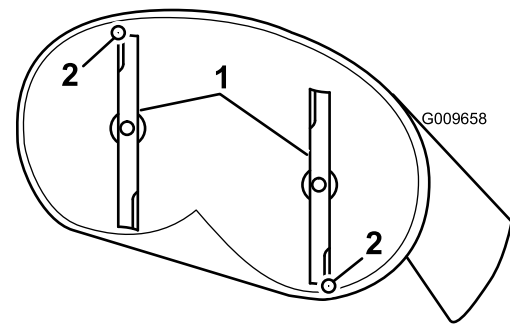
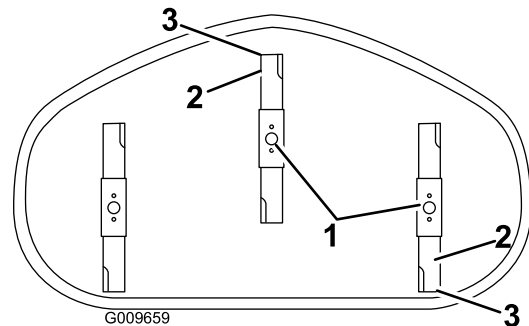

Figura 62
Figura 63
- Gire cuidadosamente las cuchillas colocándolas en el sentido de avance de la máquina (Figura 62 y Figura 63).
- Mida entre la punta de la cuchilla delantera y la superficie plana, y entre la punta de la cuchilla trasera y la superficie plana (Figura 62 y Figura 63).
9. Después de realizar el ajuste, compruebe de nuevo la inclinación longitudinal, y siga ajustando la tuerca hasta que la punta de la cuchilla delantera esté entre 1,6 y 7,9 mm más baja que la punta de la cuchilla trasera (Figura 62 y Figura 63).